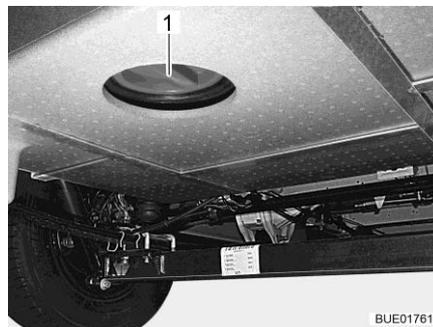

Fig. 185 Orificio de limpieza (depósito de aguas residuales)
- Abrir el orificio de limpieza (Fig. 185,1) del depósito de aguas residuales y la llave de desagüe.